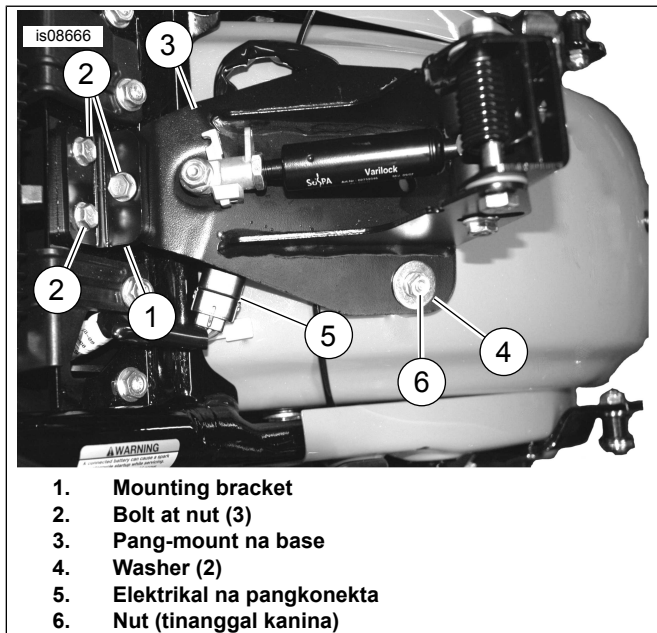
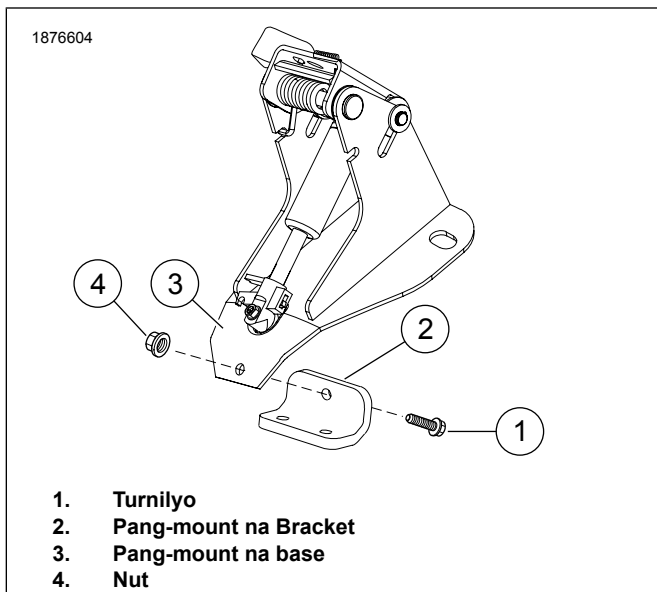

Figure 6. Ikabit ang Bracket ng Backrest
Figure 7. Alternate Install Option para sa Mounting Bracket
6. Figure 6 Ilagay ang pang-mount na bracket (1) sa puwesto at ikabit ang mga turnilyo at nut (2) gaya ng ipinapakita. Hayaang maluwag ang mga fastener. Tiyakin na malayang nakakagalaw ang elektrikal na pangkonekta.
- a. Tingnan ang Figure 6 at Figure 7. Kung ang electrical connector (5) ay nakadikit sa mounting base (3), ilipat ang mounting bracket (1) sa likod ng mounting base (3).
b. Ikabit ang turnilyo (1) at nut (4).
7. Ikabit ang mga washer (4) at mga nut (6). Higpitan.